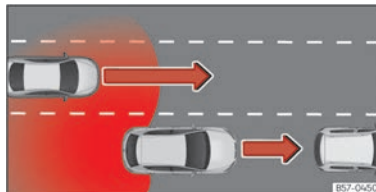

Abb. 115 Überholen mit Verkehr im hinteren Bereich.
- Bei einer Überholung durch ein anderes Fahrzeug » (Abb. 115).